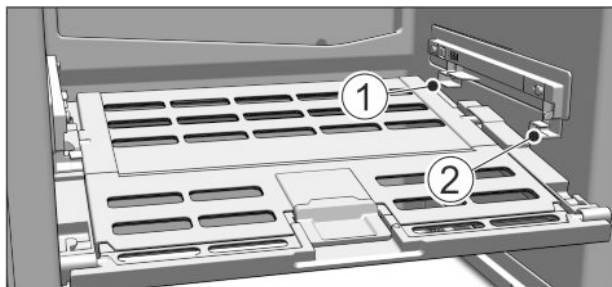

Fig. 75
- ▶ Umetanje poklopca ladice za voće i povrće: Uvedite zupce poklopca odozdo u stražnji držač Fig. 75 (1), a sprijeda umetnite u držač Fig. 75 (2) da uskoči.